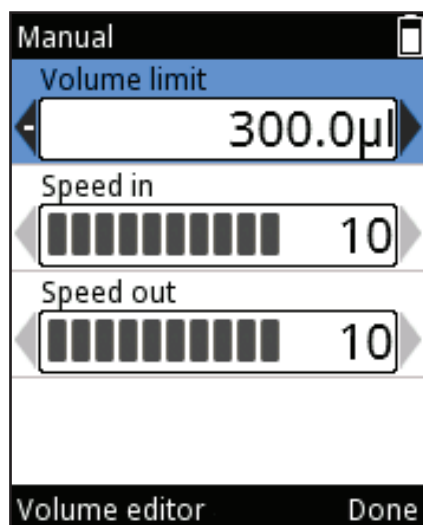

Figura D36.
2. Cambiare il volume limite usando , o il **Volume editor** (Editor di volume) (sezione D.1.2). Il valore del volume limite è il volume massimo aspirabile. Il volume limite può essere impostato fra i volumi minimo e massimo del modello di pipetta (Figura D36).